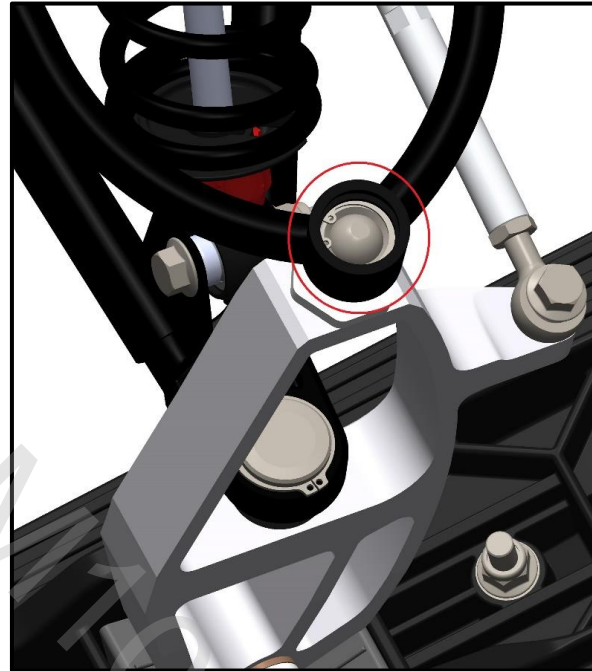

Рис. 32 Открывшаяся полость для нанесения консистентной смазки (левая сторона)
3. Нанесите консистентную смазку на верхние шаровые опоры в открывшихся полостях (рис. 32).